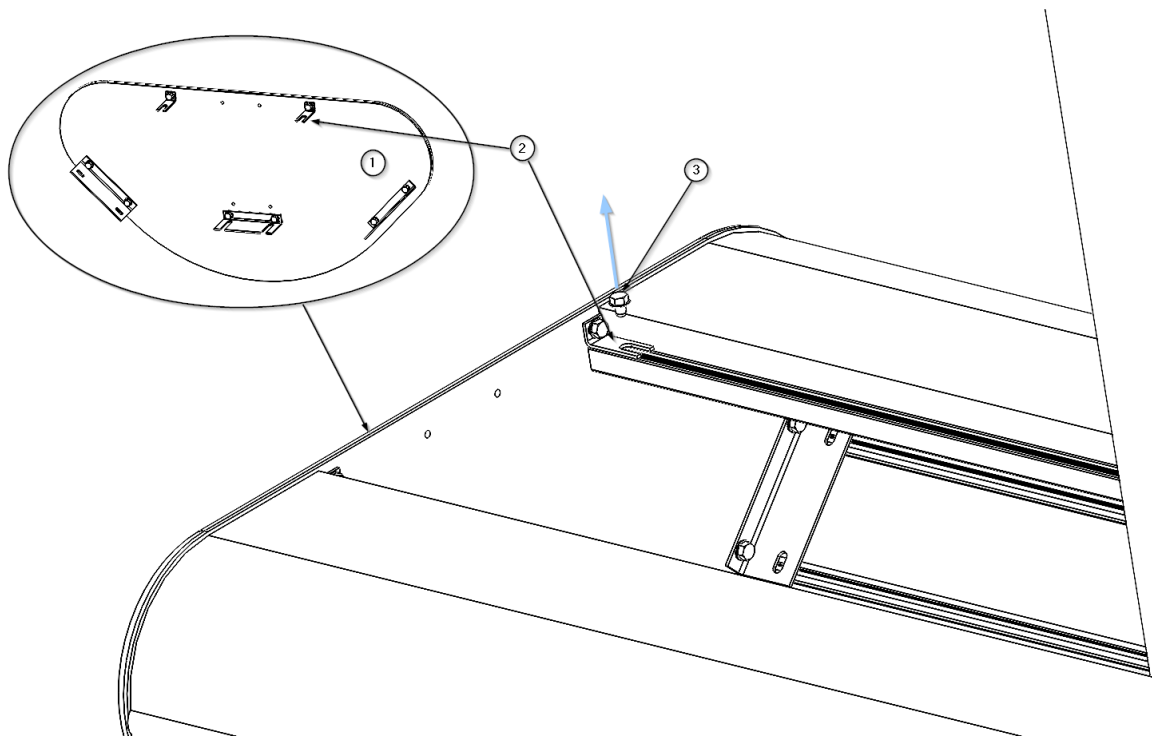

Abb. 3 Demontage/Montage der Seitenwände am Hauptkörper ATLAS
- Lösen Sie mit einem Kreuzschlitzschraubendreher die 2 Senkkopfschrauben M4 x 10 ① DIN 935, wie in Abbildung 3 dargestellt.
- Entfernen Sie die Polycarbonatabdeckung ② und bewahren Sie sie an einem sicheren Ort auf. Das Beleuchtungsmodul ist nun sichtbar.
- Entfernen Sie mit einem Inbusschlüssel die 4 Zylinderschrauben M5 x 10 ③ DIN 912. Das Beleuchtungsmodul ist nun lose.